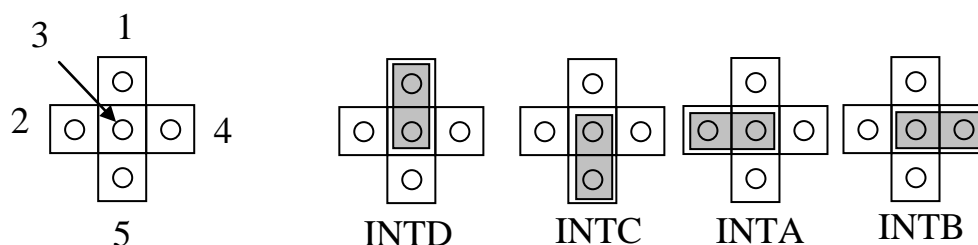

Рисунок 13. Поле переключки SW1
- 3) на плате устройства с помощью перемычки (джампера) SW1 установить необходимую линию прерывания (Рисунок 13, Таблица 13). Джампер предназначен для подключения выхода запроса на прерывание устройства к одной из линий запроса на прерывание шины PCI.